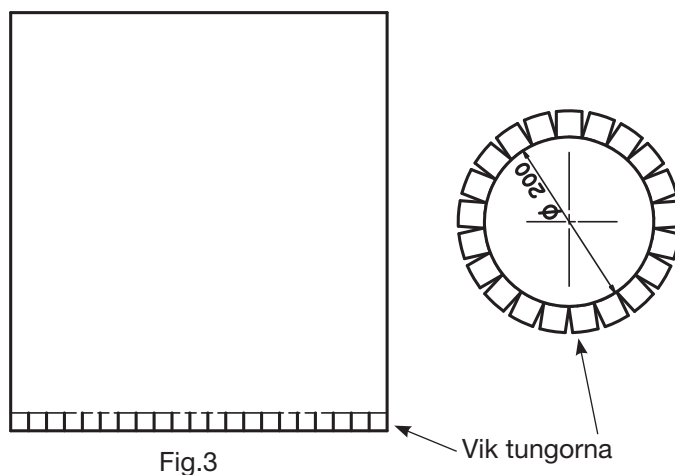

Fig.3
- Vik tungorna på medlevererad plastfolie (fig.3).